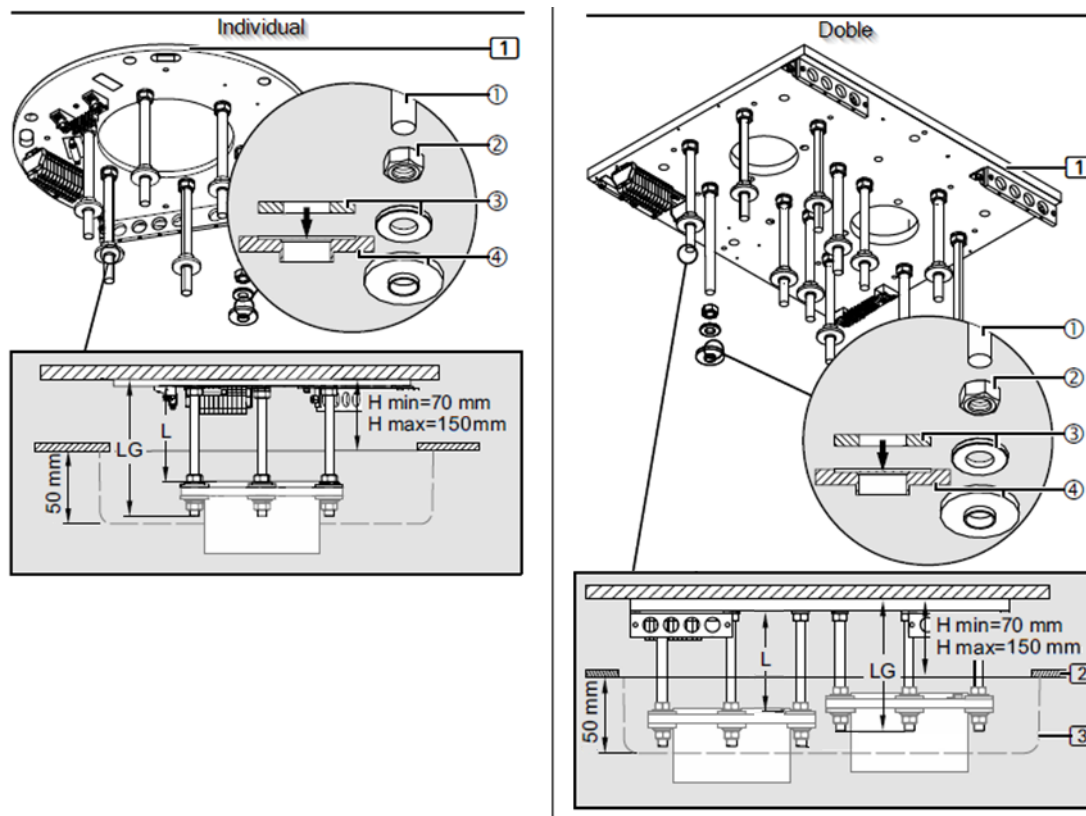

Fig. 10 Installation de l'isolation supérieure sur les boulons filetés sans faux-plafond
- La garniture de toit (3) sera ultérieurement montée au ras du toit et recouvre la bride du tuyau de toit.
- La longueur nécessaire des boulons filetés M16 x 315 mm ① dépend de la distance H : entre le toit et le bord inférieur du plafond intermédiaire (2).
- Veuillez tenir compte de la longueur minimale et maximale des boulons filetés M16 x 315 mm ①.
- Pour la garniture de plafond (3), qui a une hauteur de 50 mm, les 6/12 boulons filetés M16 x 315 mm ③ doivent être coupés comme indiqué dans la figure 10.
- Pour déterminer la longueur LG des boulons filetés ①, $LG=H +135\text{mm}$
- Ébavurez légèrement les boulons filetés M16 x 330 mm ① pour assurer un engagement maximal du filetage dans la plaque d'interface (1).
- Visser 1 écrou hexagonal M16 ② chacun sur les boulons filetés M16 ③, puis monter 1 rondelle élastique ① chacun.